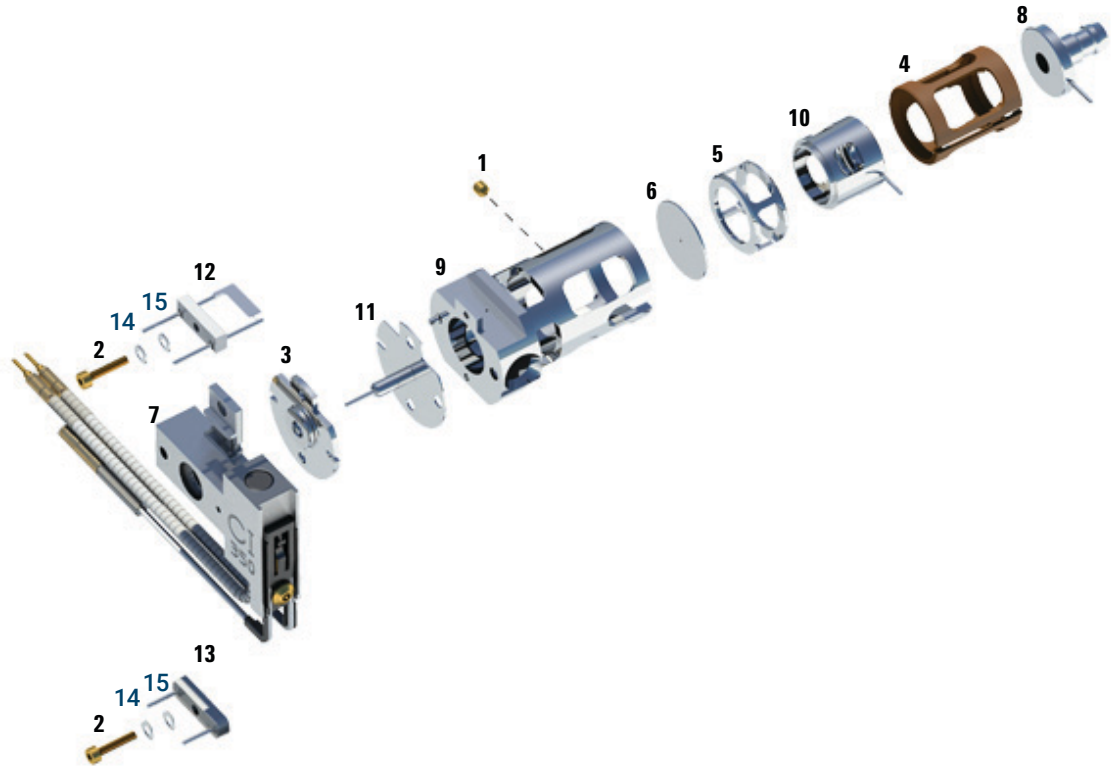

Figure 77. Démontage de la source CI
Se reporter à la vue éclatée des pièces et à la liste des pièces de la source CI en suivant cette procédure. (Voir **Figure 77** et **Tableau 19** page 260).
- 3 Séparer le chauffage de source de la source. Le chauffage de la source est constitué du bloc de chauffage de la source, du repousseur et des pièces détachées connexes. (Voir **Figure 77** et **Tableau 19** page 260).
- 4 Démontez l'ensemble repousseur en retirant l'isolant en céramique du repousseur. (Voir **Figure 77** page 260.)
- 6 Sortir les lentilles de la source et séparer l'isolant de lentille, la lentille de focalisation d'ions, le cylindre d'extraction, la lentille d'extraction et la lentille d'entrée. (Voir **Figure 77** page 260.)
Tableau 19 Liste des pièces de la source CI (Figure 77)
Tableau 19 Liste des pièces de la source CI (Figure 77) (suite)